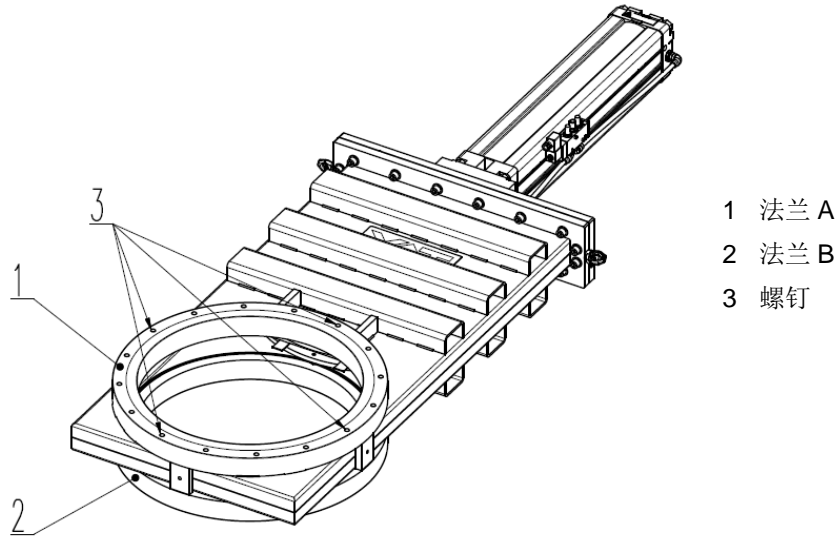

Figure 4-2
详见第 10 页上的图 4-2 中的(1)和(2)。
4. 根据第 10 页上的图 4-2 以交叉顺序均匀安装四颗螺钉(3)，直至密封件碰到密封